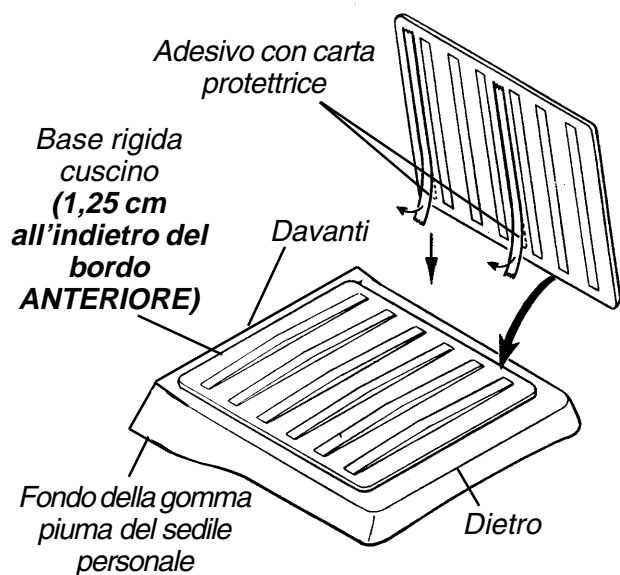

FIGURA 2 - COME INSTALLARE LA BASE RIGIDA
3. Posizionare la superficie del componente di irrigidimento con la banda adesiva rivolta contro il fondo del cuscino del sedile personale (FIGURA 2).
4. Posizionare il componente di irrigidimento cuscino 1,25 dal bordo **ANTERIORE** della gomma piuma del sedile personale e assicurarsi che sia ben centrato tra destra e sinistra (FIGURA 2).
6. Dopo aver marcato l'area di posizionamento, rimuovere la carta protettiva dall'adesivo sul componente di irrigidimento cuscino e installarlo sul fondo (**la parte inferiore**) della gomma piuma del sedile personale (FIGURA 2).
7. Premere fermamente perché il componente di irrigidimento aderisca bene alla gomma piuma del sedile personale (FIGURA 2).